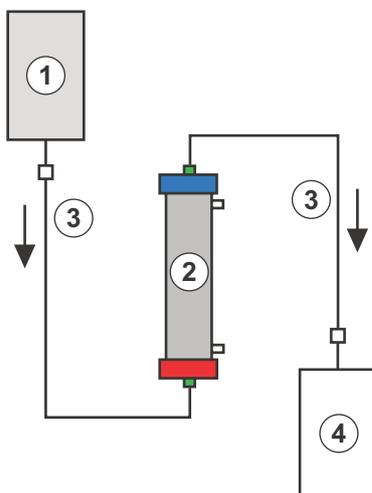

Abb. 6-4 Aufbau zum Spülen des Ultrafilters
Materialien: siehe Legende zu Abb. 6-4
- Die zweite Verbindungsleitung und den Leerbeutel, wie in Abb. 6-4 dargestellt, mit der blauen, plasmaseitigen Öffnung des Filters verbinden.